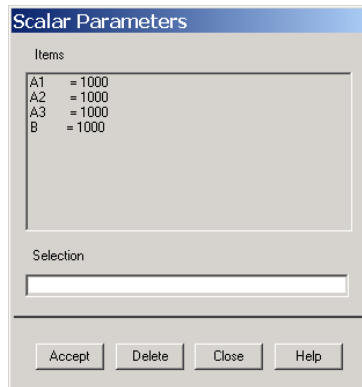

图12.24 定义数值参数
- (1) 单击【Utility Menu】|【File】|【Change Jobname】菜单，修改工作文件名训【truss】。
- (2) 单击【Utility Menu】|【File】|【Change Title】菜单，输入分析题目【Optimization of a three-bar truss】。
- (3) 单击【Utility Menu】|【Parameters】|【Scalar Parameters】菜单，打开【Scalar Parameters】对话框，按图 12.24 定义 B、A1、A2 和 A3 四个参数，然后单击【Accept】按钮。